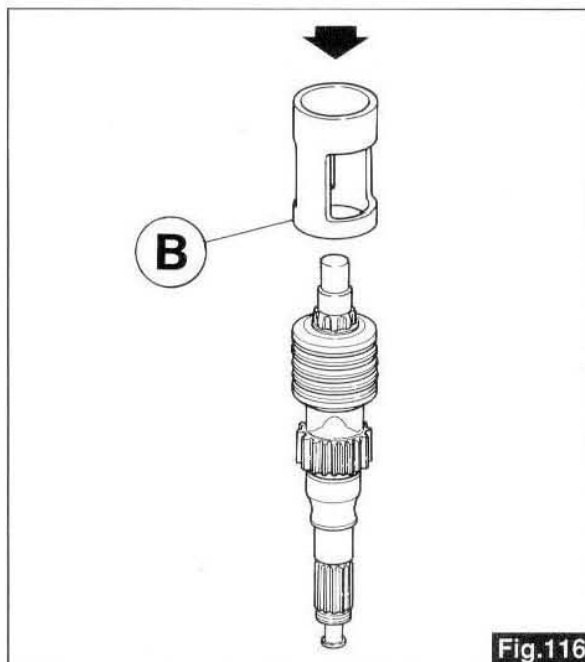

Fig.116
■ placez ensuite l'arbre sur une presse et à l'aide de l'extracteur code 12 90 59 00 («B» fig.116) compri-
■ anschließend Kupplungswelle auf eine Presse setzen und mit dem entsprechenden Auszieher Nr. 12 90 59 00 («B» auf Abb.116) den Federn soweit zusammendrücken, bis die beiden Tellerdichtungshälften («D» auf Abb.117) der elastischen Kupplung abgenommen werden können und folgende Teile abnehmen: